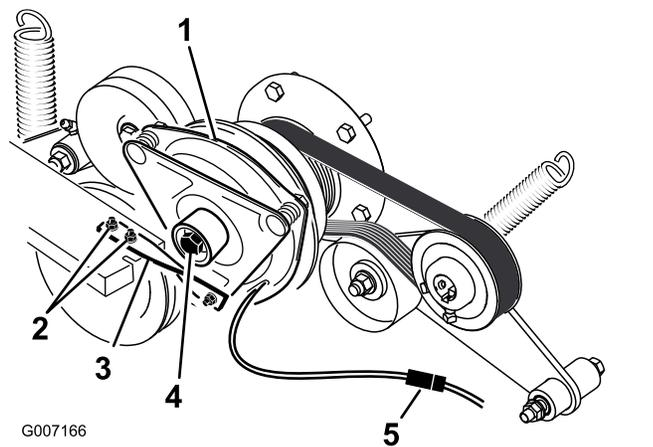

Рисунок 77
6. Отсоедините электрический разъем от муфты (Рисунок 77).
7. Отверните два болта, которые крепят резиновую ленту муфты к раме газнокосилки (Рисунок 77).
8. Отверните средний болт, который крепит муфту к валу двигателя, и снимите муфту и шпонку (Рисунок 77).
15. Удерживая коленчатый вал в задней части машины, установите средний болт и затяните его с моментом 68 Н·м (Рисунок 77).
16. Установите резиновую ленту муфты на раму газонокосилки при помощи двух ранее снятых болтов с гайками (Рисунок 77).
18. Вставьте электрический разъем в муфту (Рисунок 77).